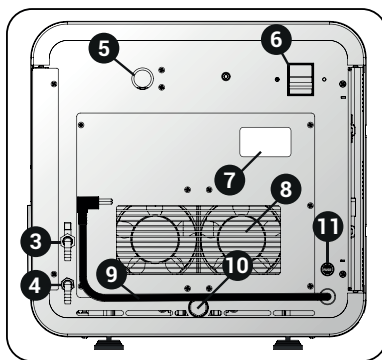

Fig.3
1. Abra o registro do dreno (Fig.3, tópico 10) para drenar a água.
2. Remova a tampa do reservatório (A).
4. Para fazer a limpeza do filtro, puxe-o (B) e pressione as laterais (C).
6. Para reencaixar o filtro, pressione-o através de seu furo interno (D).